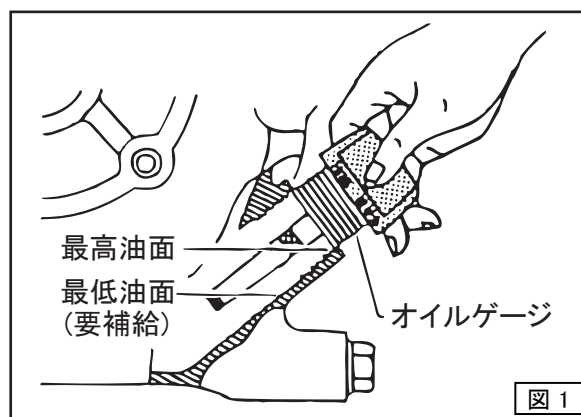

図 1
5. エンジンを水平にしてオイルを点検し、不足している場合は補充してください。(図1)